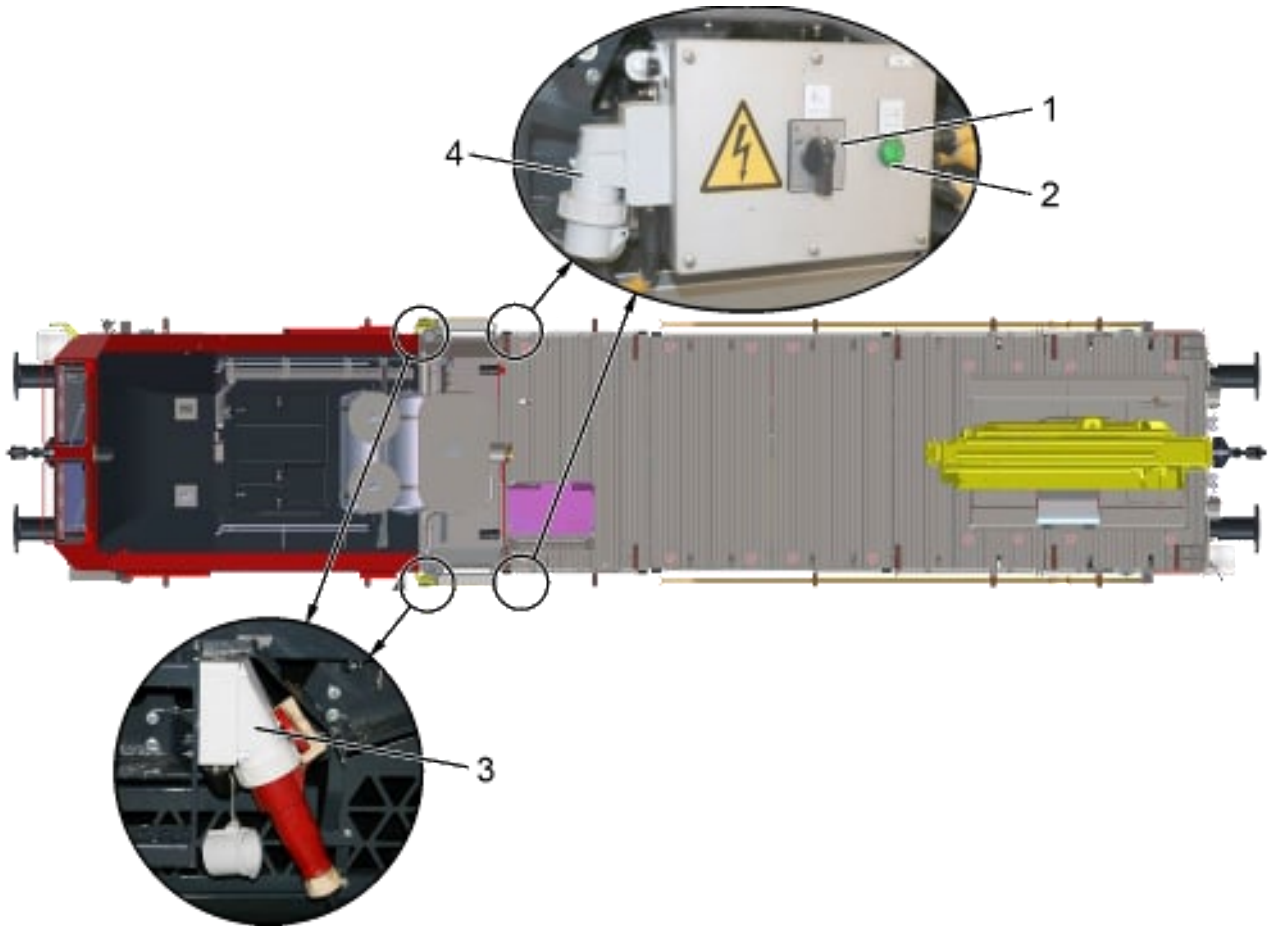

Abb. 29: Fremdeinspeisung
Auf beiden Längsseiten des Fahrzeuges befindet sich jeweils ein Einspeisepunkt, bestehend aus einem 400 VAC Gerätestecker, siehe Abb. 29 (3), einem 230 VAC Gerätestecker (4) und einem Wahlschalter (1) mit drei Schaltstellungen (230 VAC Einspeisung, 0=Generatoreinspeisung und 400 VAC Einspeisung) für die Umschaltung zwischen dem Generator und den beiden Einspeisepunkten.